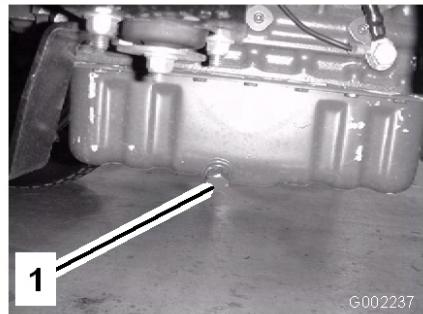

Figure 40
5. Enlevez le bouchon de vidange (Figure 40).